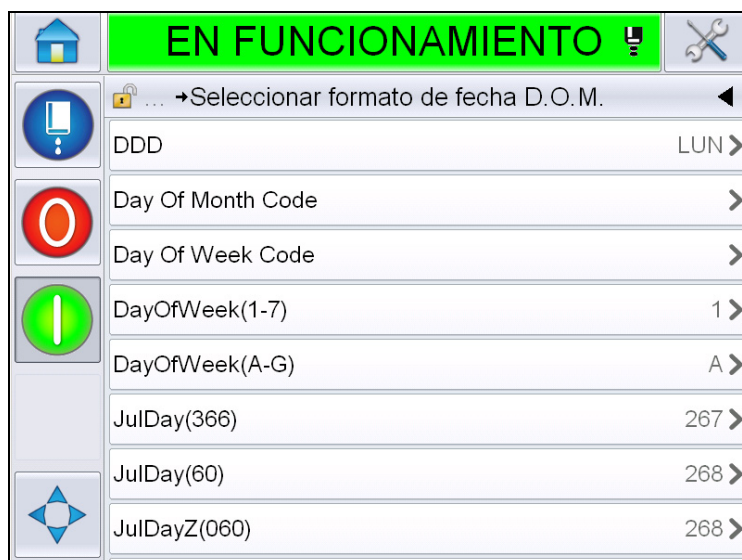

Figura 5-27: Página Date Format (Formato de fecha)
- 6 Seleccione el prefijo de fecha requerido. Muestra la página requerida *Date Format (Formato de fecha)* (Figura 5-27). Si desea obtener más información sobre los formatos de fecha, consulte Tabla 5-13 en la página 5-45.